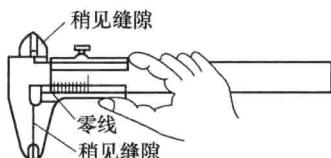

图 1-18 游标卡尺的检查
1) 检查游标卡尺。检查游标卡尺测量面是否清洁，如有必要则用软布将测量爪擦干净；将两测量爪合拢时，检查游标和尺身的零线是否对齐，如图 1-18 所示。如果对齐就可以进行测量，如没有对齐则要记取零误差，游标的零线在尺身零线右侧的叫正零误差，在尺身零线左侧的叫负零误差（此方法规定与数轴的规定一致，原点以右为正，原点以左为负）。